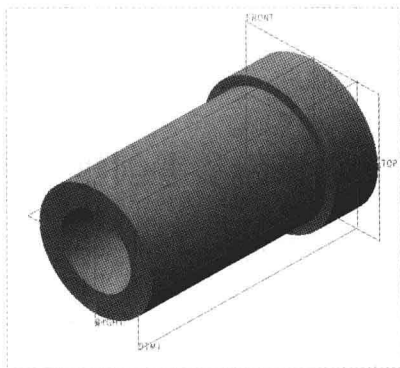

图 4-56 以平面为参考创建基准平面
Step 04 单击“确定”按钮，此时系统自动命名为 DTM1，在绘图区的空白位置单击鼠标左键，即可以平面为参考创建基准平面，如图 4-56 所示。